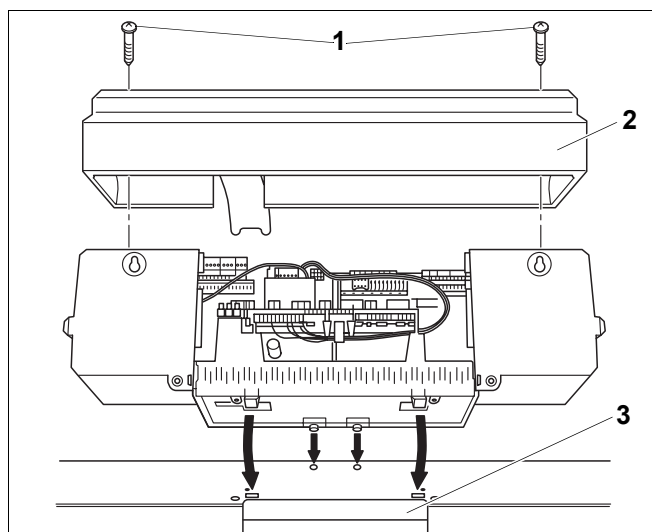

Рис. 15 Открытие и установка системы управления Logamatic 4000
- Выверните оба винта (рис. 15, **поз. 1**) сверху из крышки клеммного щитка (рис. 15, **поз. 2**) и снимите крышку.
- Слегка наклонив систему управления вперед, установите ее так, чтобы передние крюки вошли в овальные отверстия. Сдвиньте систему управления вперед и отклоните назад до защелкивания обоих упругих крюков справа и слева (по стрелкам – рис. 15).
- Проведите капиллярные трубки через кабельный проход (рис. 15, **поз. 3**) и разверните их на требуемую длину.
- Приверните систему управления двумя винтами сзади справа и слева в кабельном проходе (рис. 15, **поз. 3**) к передней крышке котла.